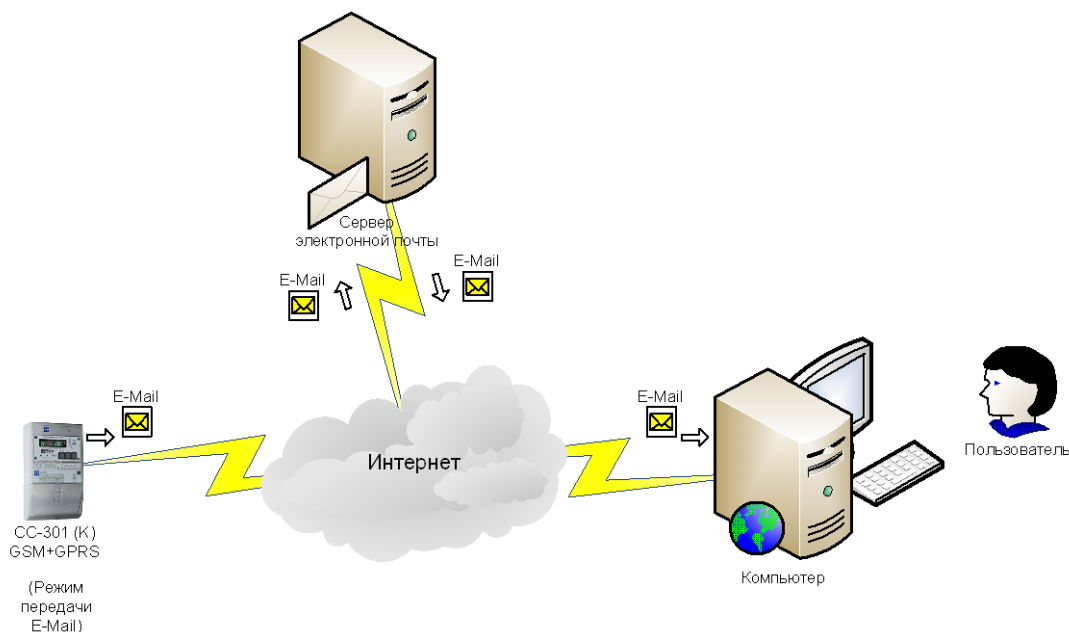

Рисунок 9. Передача показаний счетчика в сообщениях E-Mail по заданию пользователя
1.8 Счетчик автоматически по расписанию передает свои показания в сообщениях E-Mail на электронный адрес пользователя (Рисунок 9). В этом варианте основной последовательный интерфейс свободен, а модуль расширения «Модем GSM» внутри счетчика работает в режиме передачи E-Mail. Максимально допустимое расстояние до прибора ограничено только наличием доступа компьютера пользователя к сети Интернет, а счетчика – к сети оператора связи GSM/GPRS. Необходимые показания счетчика (см. Таблицу 1), расписание передачи и электронные адреса получателей сообщений E-Mail программируются пользователем заранее. Примеры получаемых пользователем сообщений E-Mail приведены в Приложении 1.